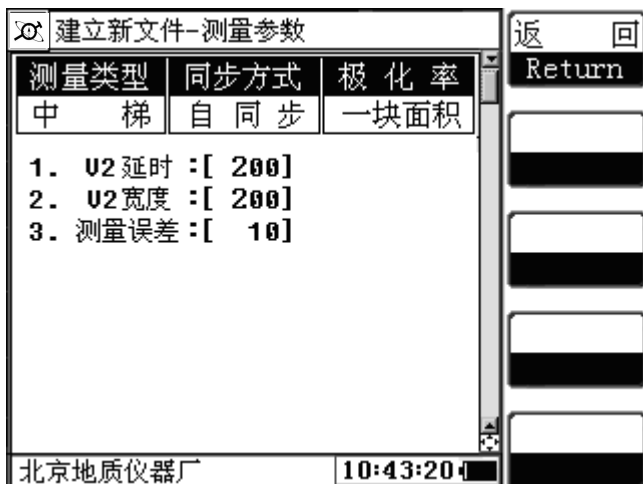

图 7
**4.1.4 测量参数：**按此键后，屏幕显示如图7所示。